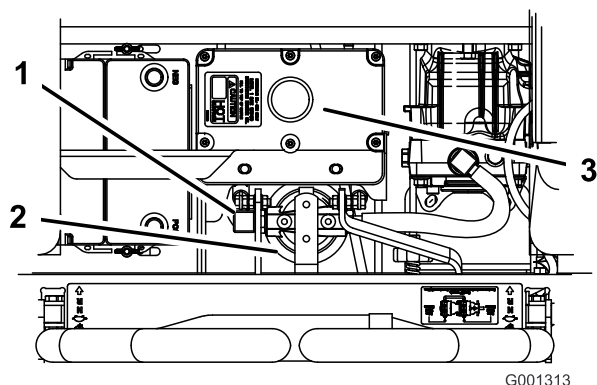

Figure 85
- Débranchez la conduite hydraulique droite qui est raccordée à l'adaptateur (Figure 85).
- Rebranchez la conduite hydraulique droite à l'adaptateur (Figure 85).
9. Remplissez le réservoir hydraulique jusqu'à ce que le liquide déborde du filtre. Tournez alors le filtre à huile dans le sens horaire jusqu'à ce que le joint en caoutchouc touche l'adaptateur du filtre. Serrez ensuite le filtre d'un demi-tour supplémentaire (Figure 85).